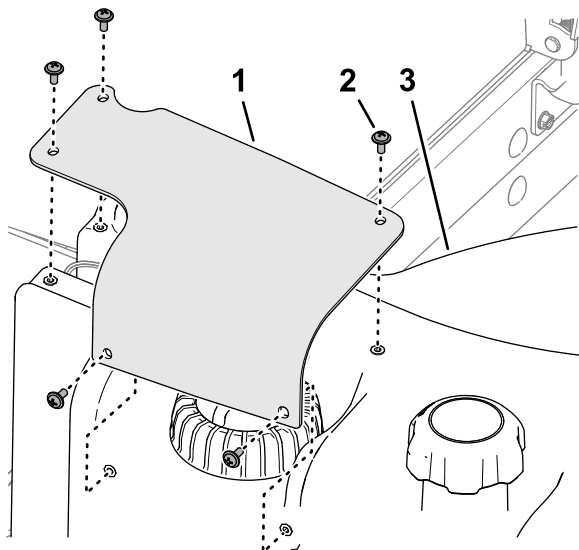

Figure 88
2. Retirez les 5 vis cruciformes qui fixent le couvercle du transmetteur de niveau de carburant sur le réservoir de carburant et déposez le couvercle (Figure 88).